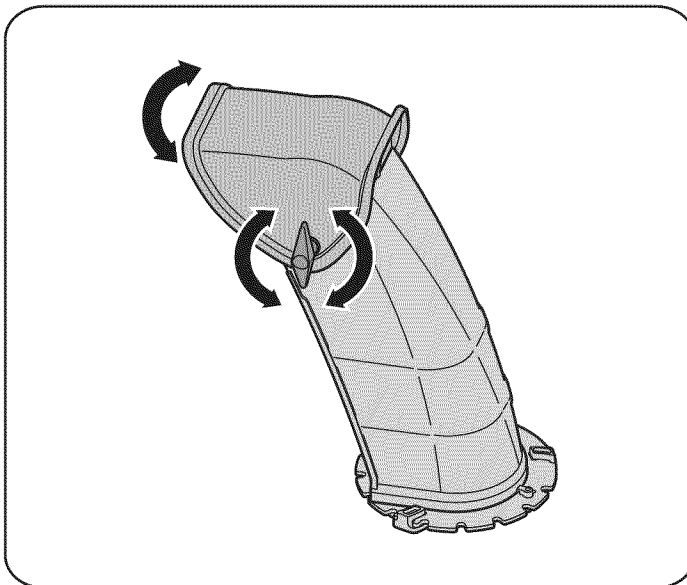
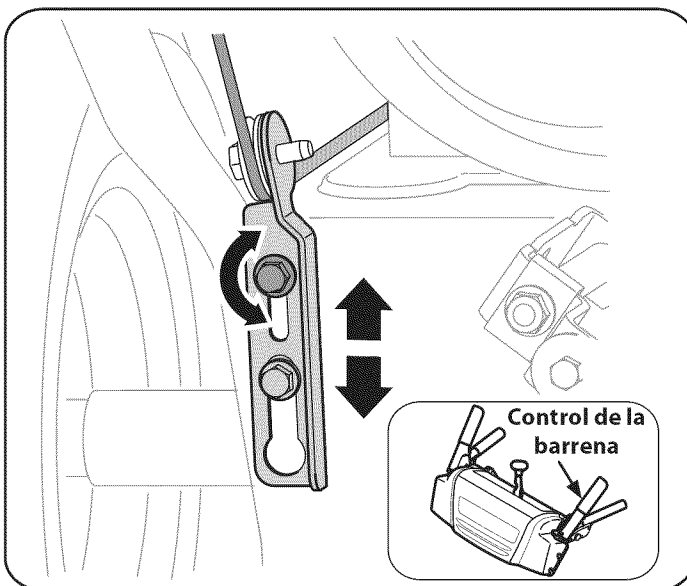

Figura 14
Figura 15
2. Gire el canal hacia arriba o hacia abajo antes de apretar la perilla a mariposa. Vea la figura 14.
1. El control de la barrena se encuentra en el mango izquierdo. Consulte la Figura 15 el recuadro. Cuando se suelta el control de la barrena y está en posición desengranada arriba, el cable debe tener muy poco juego. NO debe estar tenso.
4. Deje la barrena engranada durante aproximadamente diez (10) segundos antes de soltar el control de la barrena. Repita esta operación varias veces.
8. Ubique la ménsula hacia arriba para brindar más juego (o hacia abajo para aumentar la tensión del cable). Vea la figura 14.
2. En el tanque de combustible hay un indicador de nivel. Llene el tanque hasta llegar al nivel de combustible del indicador. Vea la Figura 15. Tenga cuidado para no llenar el depósito en exceso.